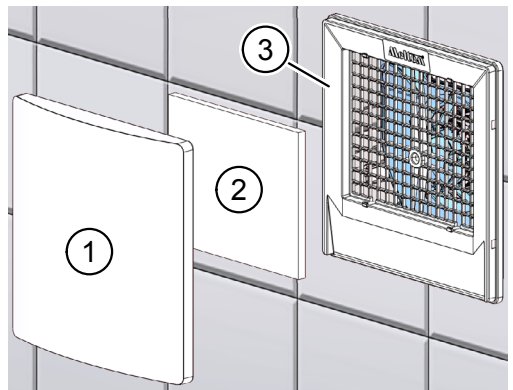

Abb. 13: Luftfilter wechseln
- ▶ Greifen Sie an einer Ecke von unten in den Ansaugdeckel (Pos. 1 in Abb. 13) und ziehen Sie den Ansaugdeckel vom Filterträger (Pos. 3 in Abb. 13) ab.
- ▶ Entnehmen Sie den gebrauchten Luftfilter (Pos. 2 in Abb. 13).